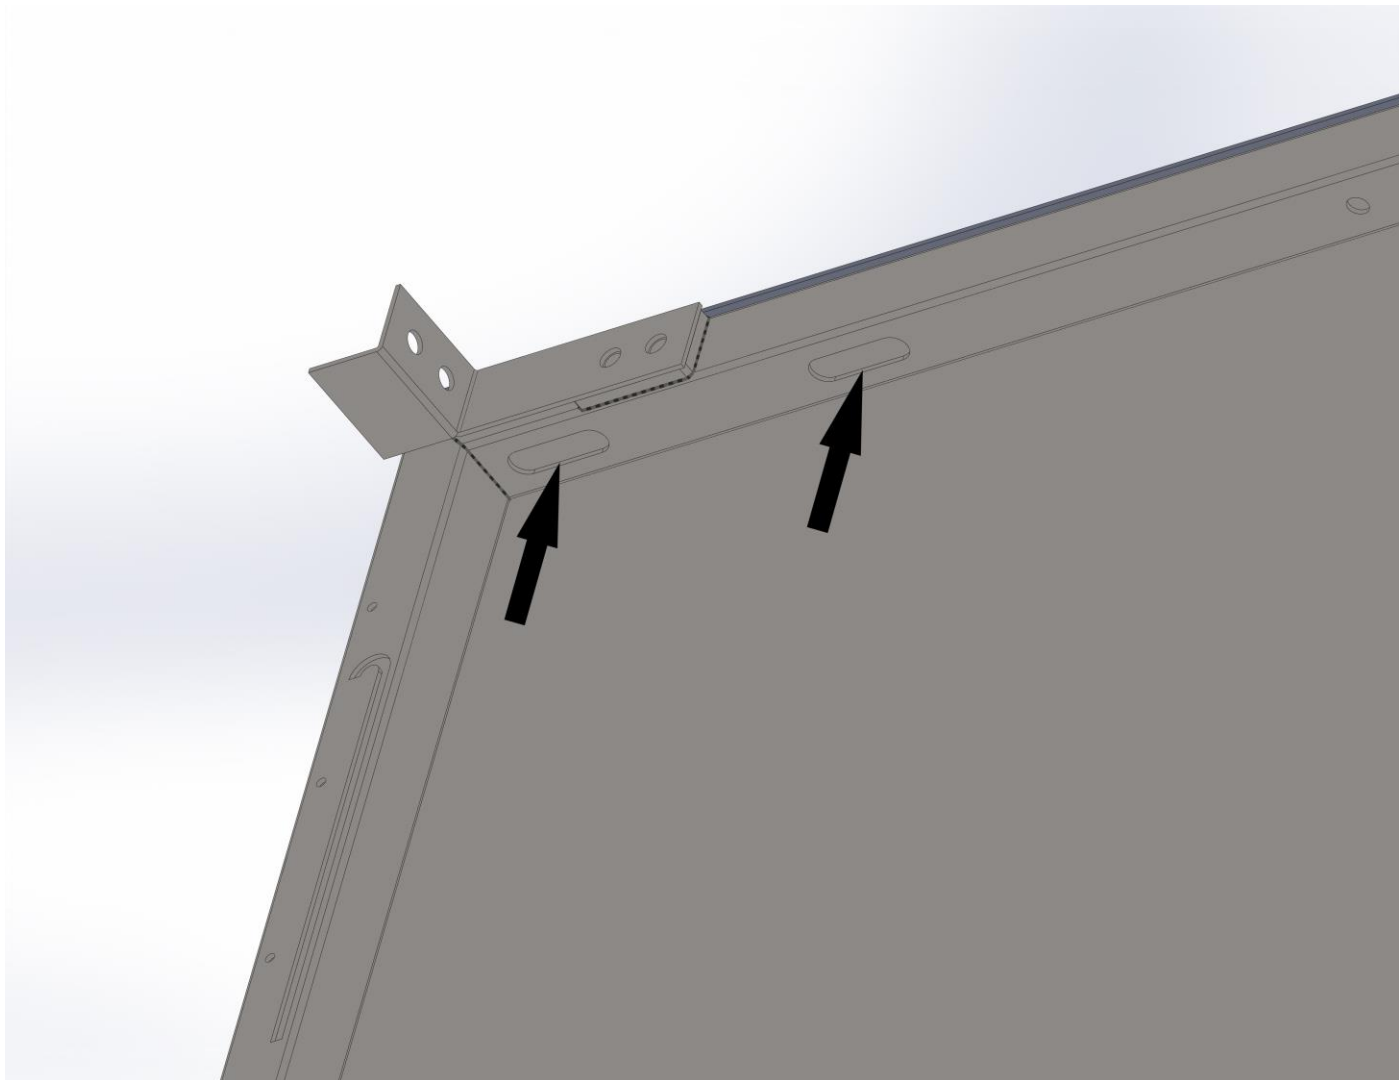

Рисунок 14
2.14 Зафиксируйте боковые рамы с помощью болтов М10х65 с шайбами, закрутив их в крайние отверстия (здесь следует уже применять метизы из комплекта), далее закрутите резьбовыдавливающие болты М10х65 с шайбами в ранее просверленные отверстия для крепления рам. (см. рисунок 14, 15).